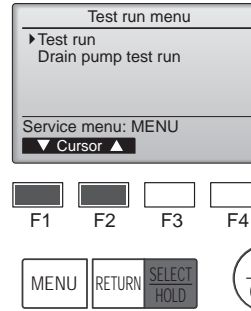

Fig. 7-5
- ④ Seleccione "Test run" (Modo prueba) con el botón [F1] o [F2], y pulse el botón [SELECT/HOLD]. (Fig. 7-5)